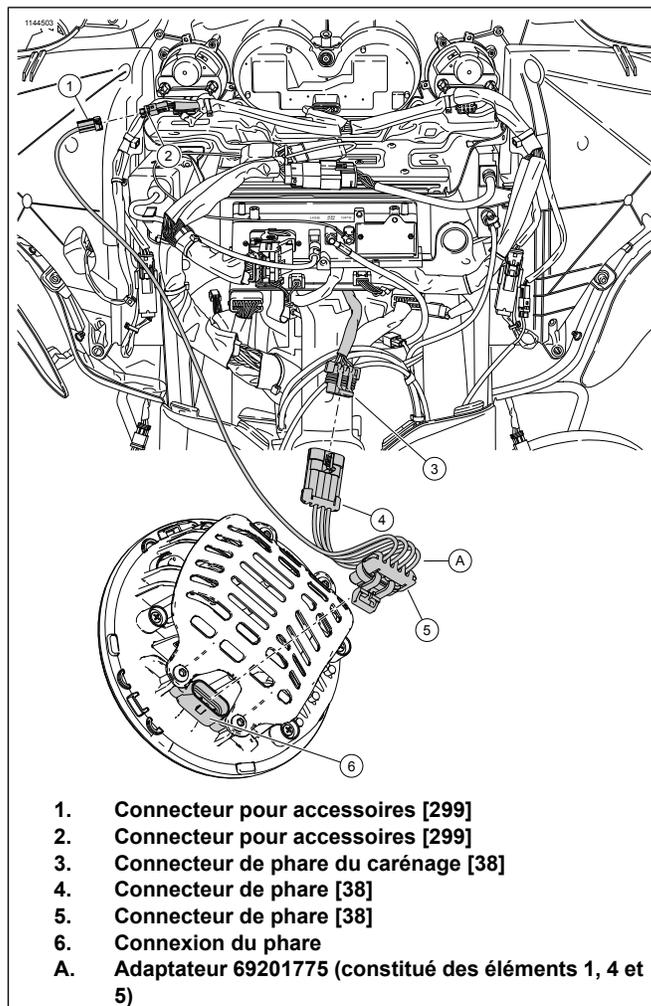

Figure 4. Connecteurs pour accessoires - Touring
Voir la figure 4. Le faisceau 69201775 fournit une connexion en option au connecteur pour accessoires du véhicule (2) qui permet de forcer la désactivation du feu de position en mode accessoire. Le fait de ne pas connecter le faisceau 69201775 au connecteur pour accessoires du véhicule permet de forcer la désactivation du feu en mode accessoire. Les connecteurs à 4 fiches (4 et 5) du faisceau 69201775 doivent être utilisés lorsque le faisceau 69201775 est requis. Fonctions du phare par rapport au code et au feu de route, quel que soit le type de connexion pour accessoires du véhicule.
Modèles Touring de 2014 et plus récents : voir Figure 4. Si d'autres accessoires sont connectés au connecteur pour accessoires du véhicule (2), l'adaptateur 69200921 peut être nécessaire pour effectuer les étapes de pose en option.
1. Voir la figure 4. si le carénage extérieur a été déposé, effectuer l'étape 1a et 1b. Sinon, passer directement à l'étape 2. Localiser le connecteur pour accessoires du véhicule (2).
- a. Brancher le connecteur pour accessoires à 2 fiches (1) du faisceau 69201775 sur le connecteur pour accessoires du véhicule (2).
2. Si l'étape facultative de dépose n'a pas été effectuée, couper du chatterton et fixer le fil du connecteur pour accessoires (1) du faisceau 69201775. Vérifier l'absence de restriction de mouvements du faisceau et des autres pièces à l'arrière du feu en faisant passer le guidon du verrou de fourche gauche au verrou de fourche droit.
3. Brancher les connecteurs de phare (4 et 5) sur le faisceau 69201775 entre le connecteur de phare du carénage (3) et la connexion du phare (6).